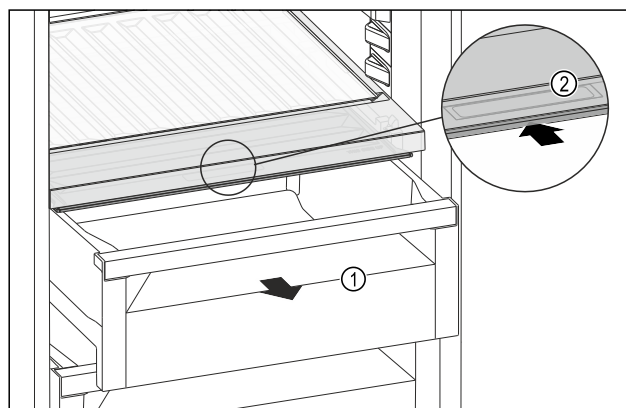

Fig. 116
- Retirer le tiroir Fig. 116 (1).
- Saisir la poignée encastree Fig. 116 (2) du couvercle du compartiment et pousser le couvercle du compartiment vers l'arrière.